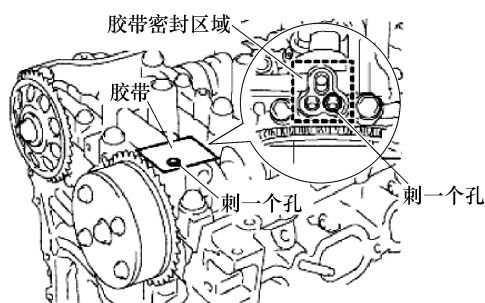

图 1-276 用胶带密封 VVT 油孔
- ① 检查凸轮轴正时齿轮的锁止情况。
- ② 清洁并去除 1 号凸轮轴轴承盖进气侧的 VVT 油孔的油脂后，如图 1-276 所示，用胶带或同等产品完全密封油孔，防止漏气。